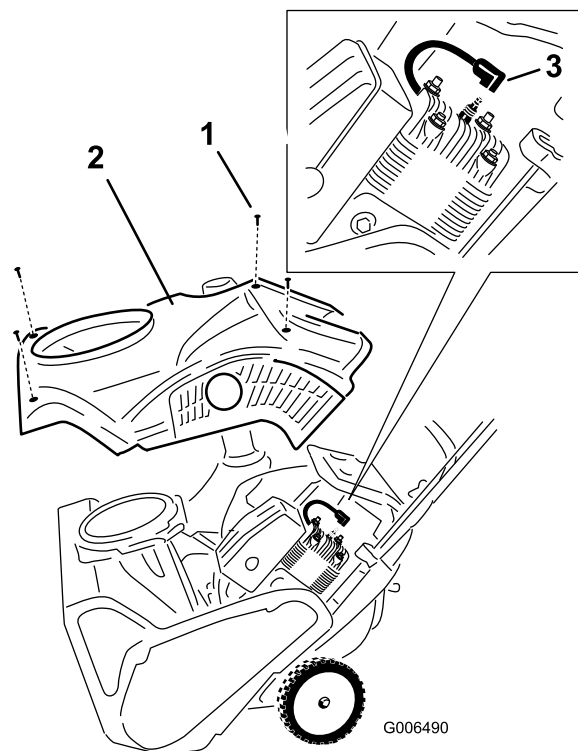

Figure 25
4. Enlevez les 4 vis de fixation du carénage (Figure 25).
1. Vis (4)
6. Enlevez le carénage (Figure 25).